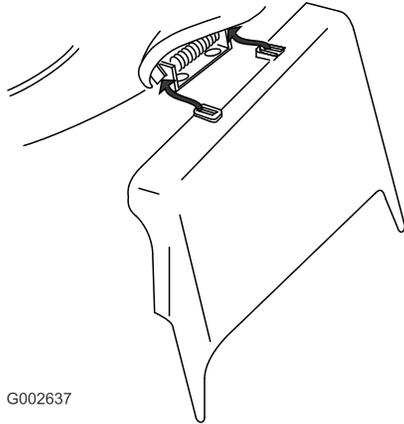

Figure 31
- Montez la goulotte d'éjection latérale et rabattez le volet dessus (Figure 31).